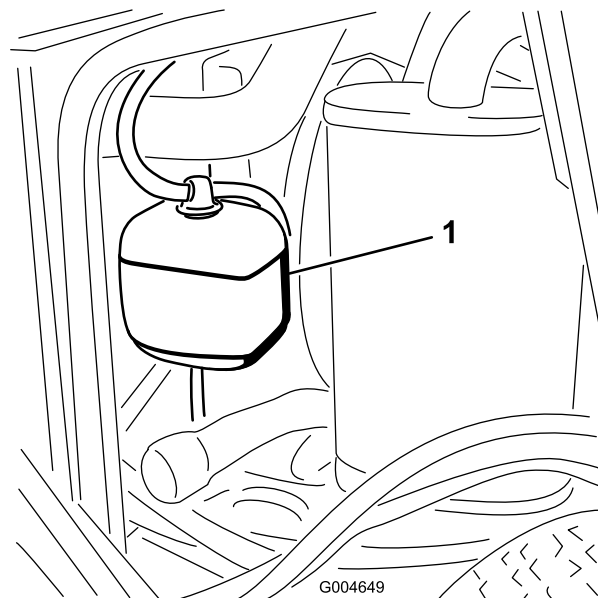

Figura 49
1. Compruebe el nivel de refrigerante en el depósito de expansión (Figura 49). El nivel del refrigerante debe estar entre las marcas en el lateral del depósito.